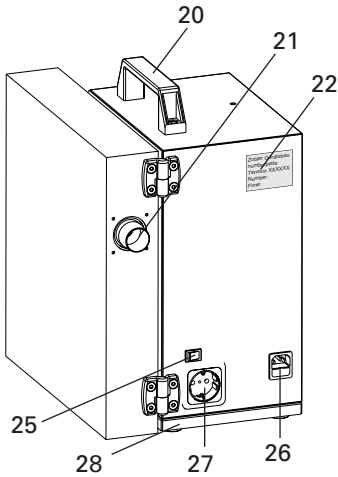

Abb. 2: MA 160/2 Rückseite
- Stecken Sie das mitgelieferte Netzkabel in die Kaltgeräte-Steckdose 26 (Abb. 2) und den Netzstecker in eine lokale Steckdose.
Stellen Sie mit dem Anpassungsschalter 25 die Empfindlichkeit der Erkennungselektronik auf Ihr Technikgerät ein (Abb. 2).
- Schalten Sie den externen Anpassungsschalter 25 (Abb. 2) auf Stufe II. Die Absauganlage läuft nun dauernd, obwohl das Handstück nicht betätigt wird. (Empfindlichkeit zu hoch)